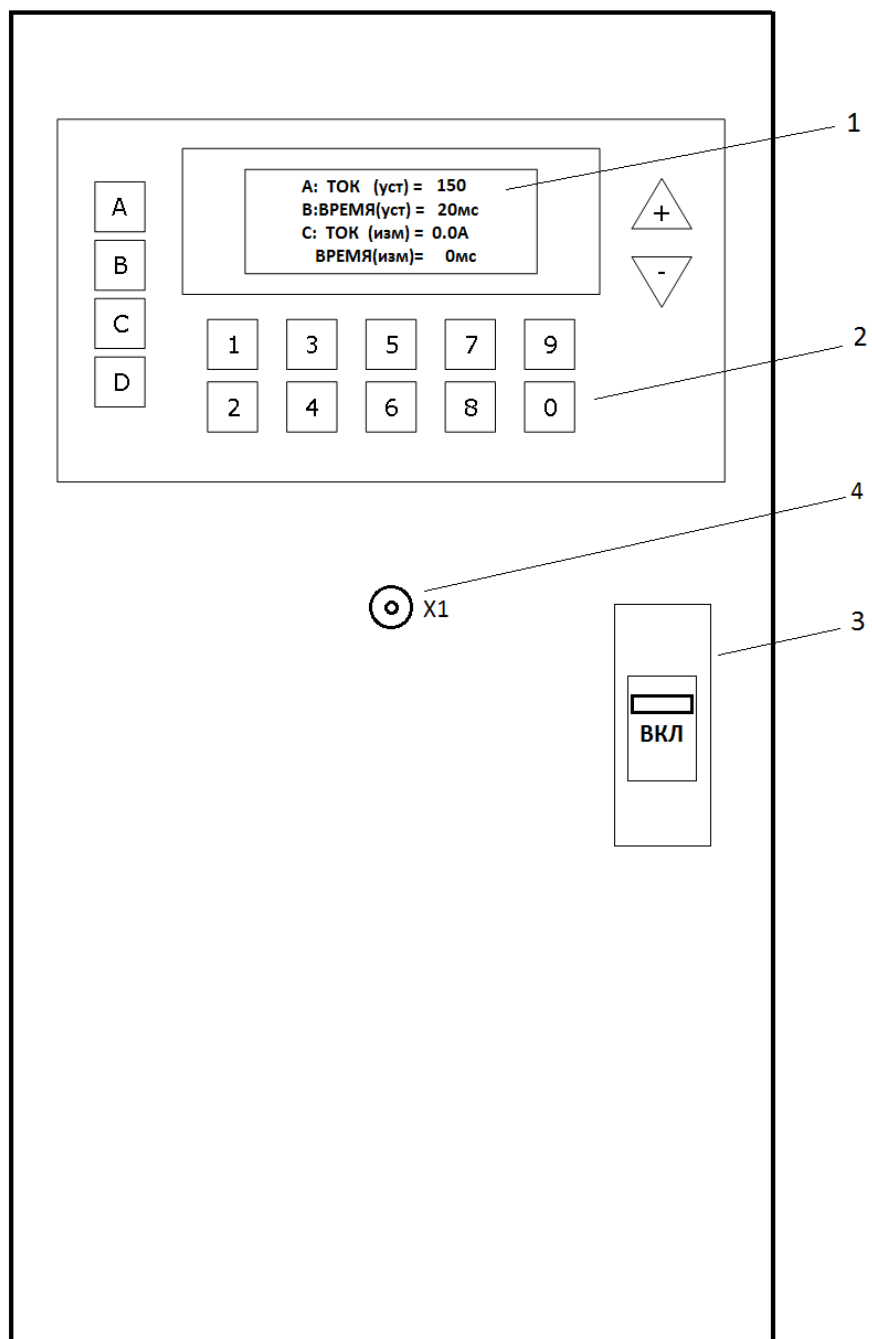

Рис.2. Передняя панель комплекта СИЛУС-Т 7000А
4.3.2 Передняя панель комплекта представлена на рис.2. На ней расположены:
Внешний вид клавиатуры комплекта представлен на рис.2. Назначение клавиш клавиатуры приведено в таблице 1.
Внешний вид дисплея представлен на рис.2.